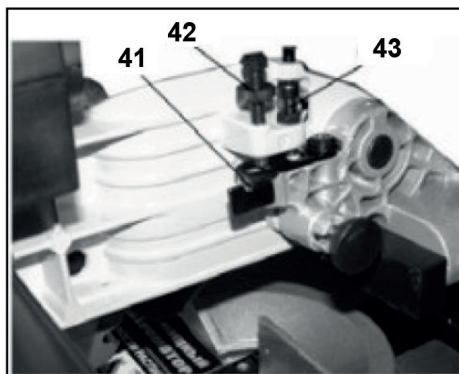

Рис. 8
Для регулировки максимальной глубины опускания пильного диска (15) ослабьте контргайку винта (43) (рис. 8). Отрегулируйте положение винта (43) и зафиксируйте с помощью контргайки.
Ограничение глубины пропила регулируется вращением винта (42) (рис.8). Для того, чтобы винт (42) ограничивал опускание пильного диска (15) на требуемую глубину пиления, необходимо выдвинуть упор (41).
С помощью пилы можно выполнять несквозной пропилом заготовок. Перед включением пилы выполните пробное опускание моторного блока без подключения к электросети и убедитесь, что диск не касается стола, вставки стола, упора, струбцины и других элементов пилы. Отрегулируйте глубину пропила с помощью винта (42) (рис.8). Для того, чтобы винт (42) ограничивал опускание пильного диска (15) на требуемую глубину пиления, необходимо выдвинуть упор (41). Нажмите на клавишу включения (13) и дождитесь, пока пильный диск наберёт максимальные обороты. Нажимая на рукоятку (12), опустите пилу до нижнего положения. После окончания пиления выключите пилу и дождитесь **ПОЛНОЙ ОСТАНОВКИ ПИЛЬНОГО ДИСКА** перед тем, как вернуть пилу в верхнее положение.